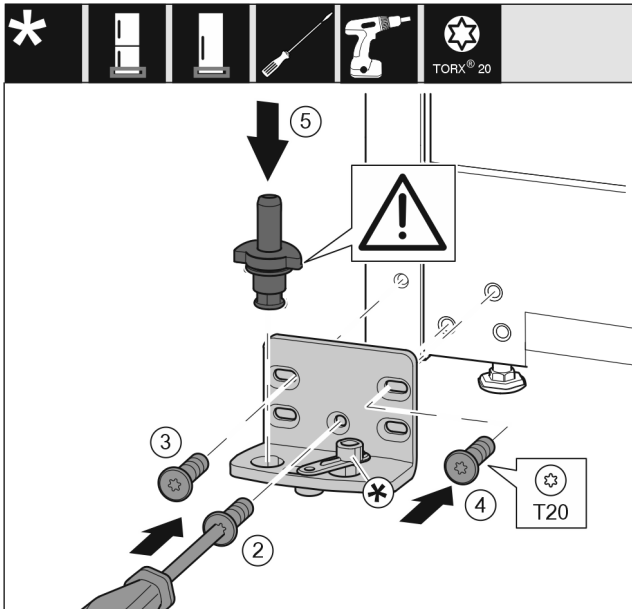

Fig. 15
- Aseta laakeripukki toiselle puolelle ja ruuvaa se kiinni T20-ruuvimeisselillä. Aloita ruuvilla 2 alhaalta keskeltä. Fig. 15 (2)
- Kiristä ruuvit 3 ja 4. Fig. 15 (3,4)
- Aseta laakeripultti kokonaan paikoilleen. Varmista, että lukitusnokka osoittaa taaksepäin. Fig. 15 (5)